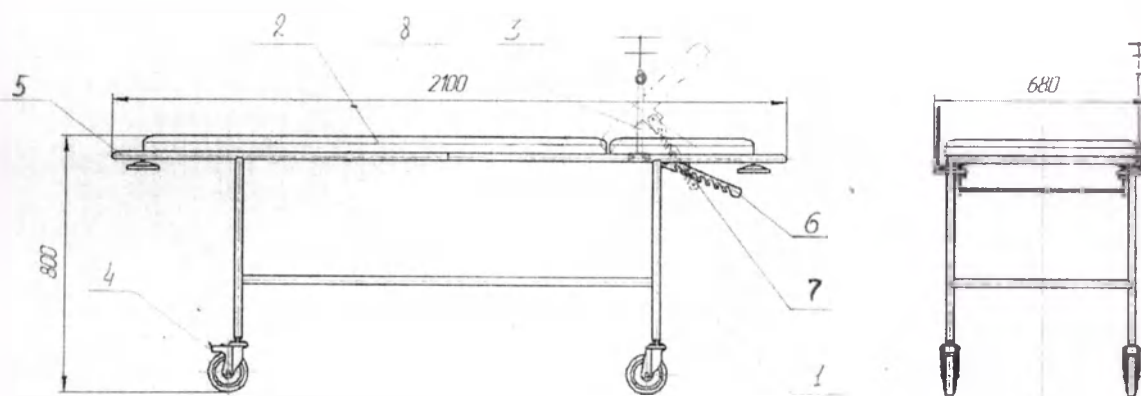

Рисунок 1
2.1 Тележка (см. рис.1) представляет собой каркас 1, сваренный из стальных труб, на котором закреплено ложе 2 и подголовник 3. Тележка установлена на четыре колеса 4 два из которых с тормозом и снабжена ручками 5. Подголовник устанавливается в наклонное положение вручную при помощи гребёнок 6 и крючков 7 которые зацепляются между собой. Тележка оснащена штативом 8, закреплённым на раме с помощью двух болтов М6 и оснащённым двумя кольцами и двумя крючками для удержания различных ёмкостей.